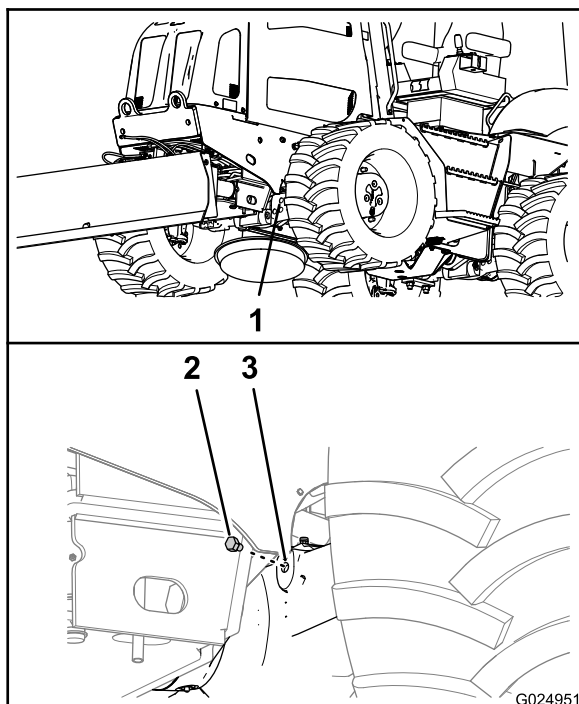
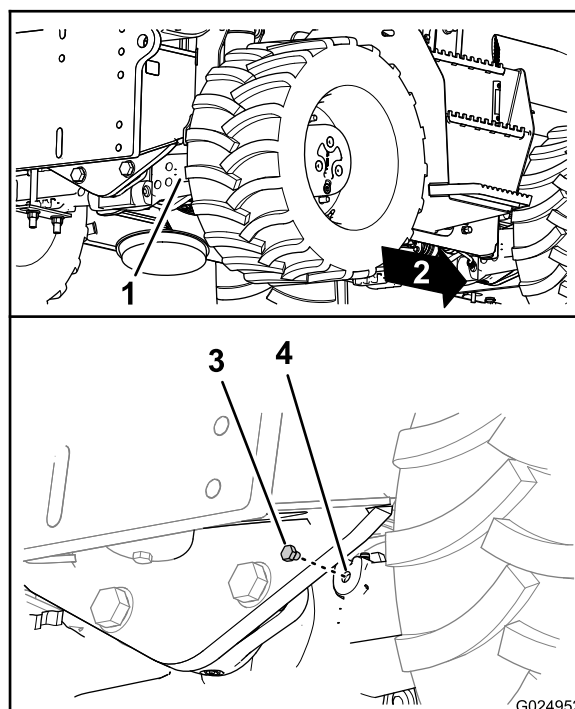

Figura 86
Figura 87
2. Rimuovete i tappi spia dal relativo foro nell'alloggiamento del pignone dell'assale (Figura 86 e Figura 87).
3. Guardate attraverso il foro del tappo spia e controllate che il livello dell'olio nell'assale raggiunga la base della filettatura del foro (Figura 86 e Figura 87).
6. Montate il tappo spia nel relativo foro nell'alloggiamento del pignone dell'assale (Figura 86 e Figura 87).